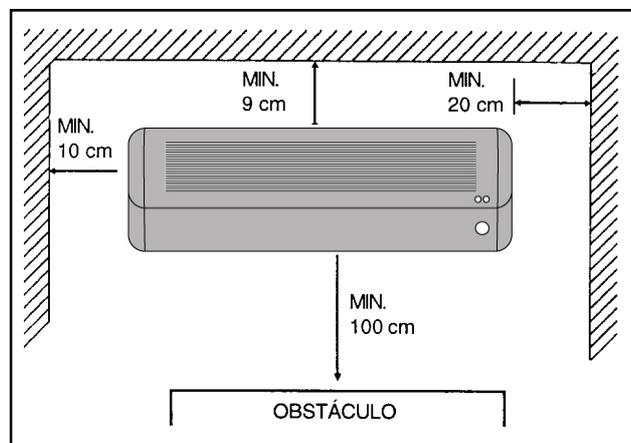

FIGURA 13 - ESPAÇOS MÍNIMOS RECOMENDADOS 42D
- \* Selecionar um local com espaço suficiente que permita reparos ou serviços de manutenção em geral, como por exemplo a limpeza do filtro de ar. Os espaços mínimos apresentados na figura 13 deverão ser respeitados.